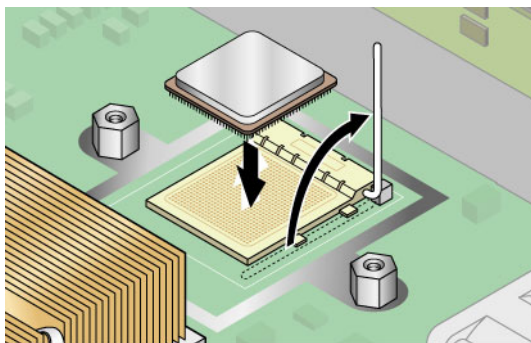

图 3-34 将 CPU 安装在它的插槽中
2. 确保插槽的释放杆处于完全打开的垂直位置（请参见图 3-34）。